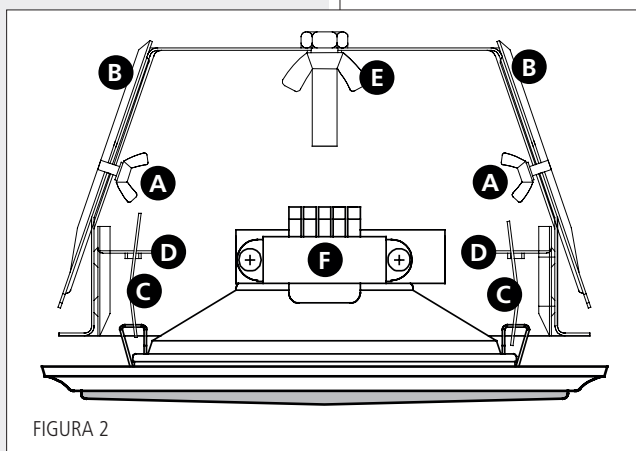

FIGURA 2
2. Svitare i due bulloni ad alette **A** (figura 2) che bloccano le due piastre di fissaggio **B** e spostare queste ultime verso l'alto; fermare quindi le due piastre **B** riavvitando i due bulloni ad alette **A**.
NOTA: PER FACILITARE LE CONNESSIONI, SOPRATTUTTO QUANDO SI UTILIZZANO DEI CAVI ANTIFIAMMA PARTICOLARMENTE RIGIDI, I MORSETTI CERAMICI POSSONO ESSERE RIMOSI DAL FONDELLO SVITANDO IL BULLONE AD ALETTE E (FIGURA 2) CHE BLOCCA IL SUPPORTO DEI MORSETTI.
Il trasformatore di linea **F** (figura 2) del diffusore è collegato alla morsetteria del fondello tramite i 2 conduttori intestati con connettori FASTON.